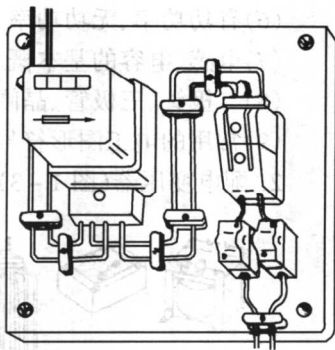

图 1-5 配电盘
- (1)电流表、电压表、万用表、钳形电流表、摇表、电能表的规格型号和安装及使用方法;
- (2)电流表、电压表、电能表的结构及原理;
- (3)电流互感器的构造及原理和使用方法。
- ## 4. 配电盘的基本知识(图 1-5)